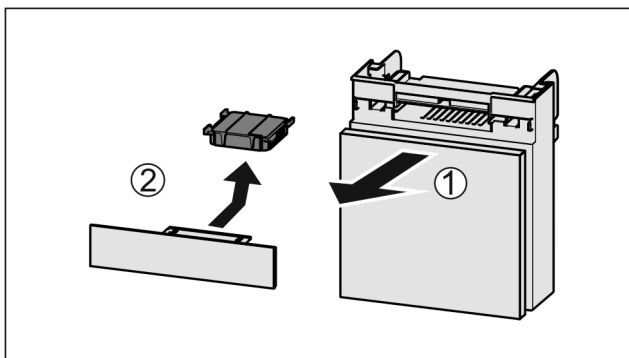

Fig. 73
- Extraire le compartiment par l'avant Fig. 73 (1).
- Sortir le filtre à charbon actif Fig. 73 (2).